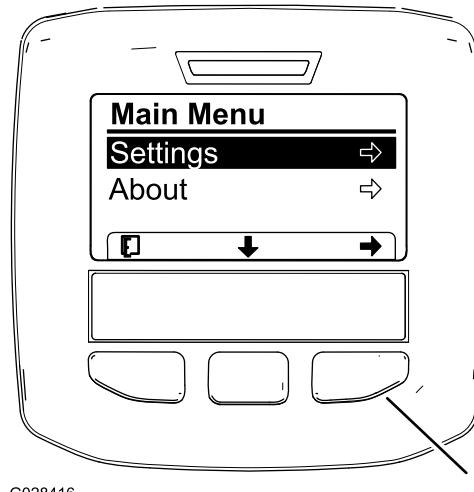

Figure 61
- Appuyez sur le bouton de sélection central pour accéder au menu principal (Figure 61).
5. Appuyez sur le bouton de sélection gauche pour sauvegarder votre ou vos choix, quitter le menu Réglages et retourner au menu principal (Figure 61).
- Appuyez sur le bouton de sélection gauche pour quitter le menu Réglages et retourner au menu principal (Figure 61 et Figure 63).